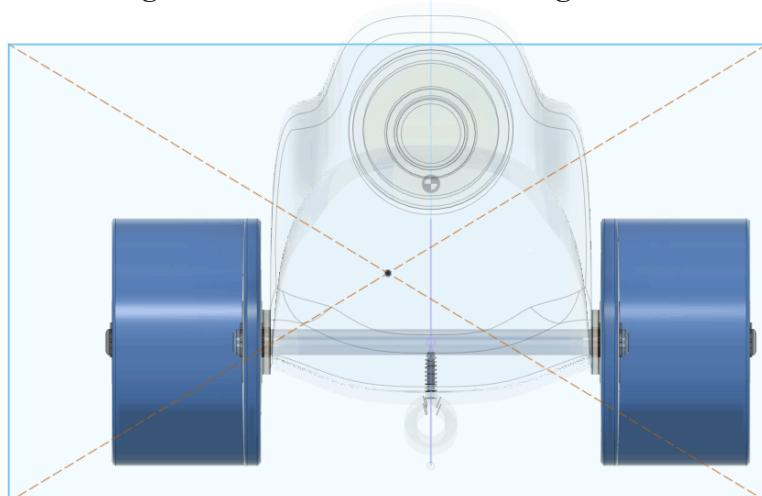

Fig. 5
Step 9. Sketch a center rectangle, Fig. 5.